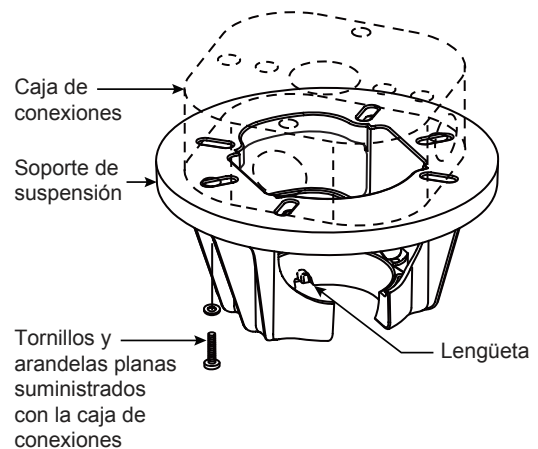

Figura 3
Uso del soporte (Figura 3)
3. Afloje los dos tornillos de fijación del soporte del barral de soporte para techo a través de la varilla. Introduzca los cables a través de la varilla. (Figura 3)
1. Fije bien el soporte de suspensión a la caja de conexiones con los tornillos y las arandelas planas suministrados con la misma. (Figura 3)
NOTA: Se deben pasar los tornillos de la caja de conexiones a través de los orificios que se encuentran en el soporte de suspensión. (Figura 3)
3. Con cuidado, levante el ventilador y apoye la unidad del barral/de la semiesfera en el soporte de suspensión que acaba de fijar a la caja de conexiones. (Figura 4) Asegúrese de que la ranura en la semiesfera esté alineada con el reborde del soporte de suspensión. (Figura 3)
- 2. Deslice el receptor en el soporte de suspensión antes de realizar el cableado como se muestra en la figura 3.